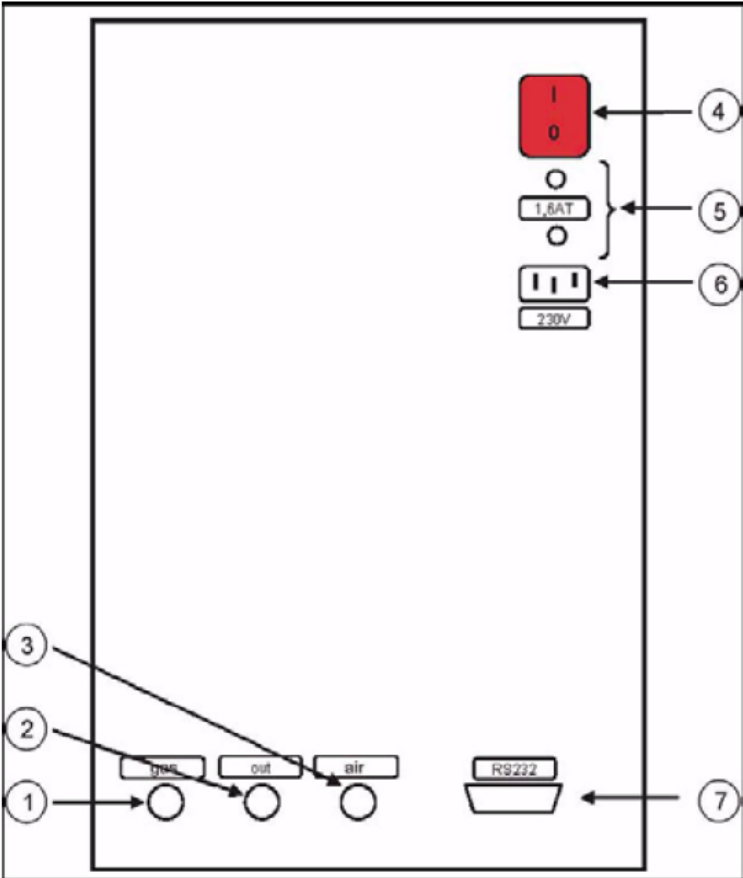

图94 CLD连接
在仪器放置在最终位置之前，先对 CLD 和测试仪后部进行必要连接（图 94 和表 14）。
1. 打开化学发光检测器后部的电源开关（图 94）；仪器前面的电源灯变亮；